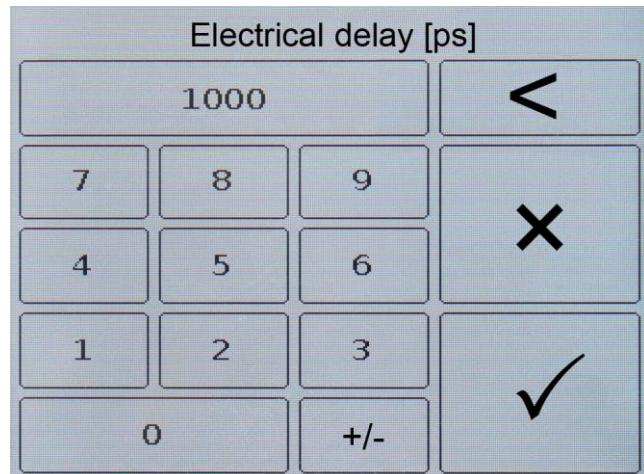

Рисунок 9.25 – Ввод числового значения компенсации электрической длины кабеля
9.9.4. Введите числовое значение времени компенсации (T) в пикосекундах, вычисленное по формуле в поле Electrical delay (Рисунок 9.25).